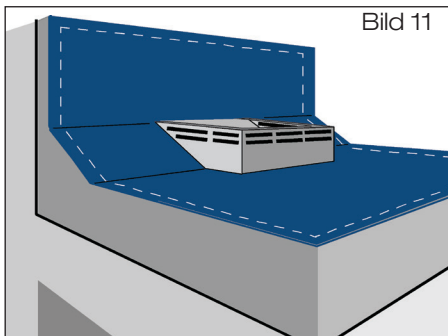

Bild 11
- 2.5 Zweite Lage der Dachdichtungsbahn über Ablauf ausrollen. Im Bereich des Attikaablaufes Aussparung mit Abmessungen entsprechend Außenkonturen des Siebkorbes vorsehen (Bild 11). Zweite Lage der Dachdichtungsbahn zurückrollen, Anschlussmanschette und zweite Lage der Dachdichtungsbahn gemäß Verlegevorschriften des Dachdichtungsbahnherstellers verschweißen. Überstände der Abdichtungslage in den Einlaufbereich sind zu entfernen.